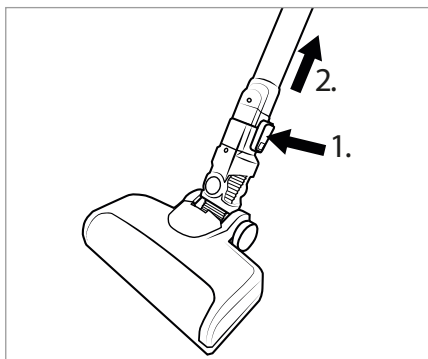

Fig. 12
- ♦ Per rimuovere la spazzola per pavimenti **21** dal tubo di aspirazione **23**, tenere premuto il tasto di sblocco della spazzola per pavimenti **22** e sfilare il tubo di aspirazione **23** dalla spazzola per pavimenti **21** (vedere fig. 12).